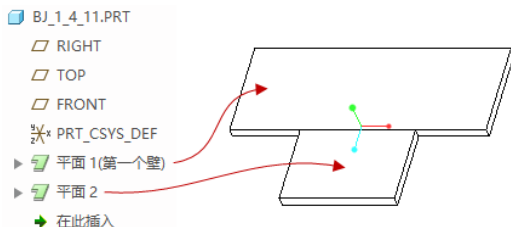

图 1-176 存在的两个相互分离的壁
(1) 在 Creo Parametric 4.0 界面的“快速访问”工具栏中单击 （打开）按钮，系统弹出“文件打开”对话框，浏览并选择 bj_1_4_11.prt 文件，单击“打开”按钮。文件中存在着两块分离的平面壁，如图 1-176 所示。